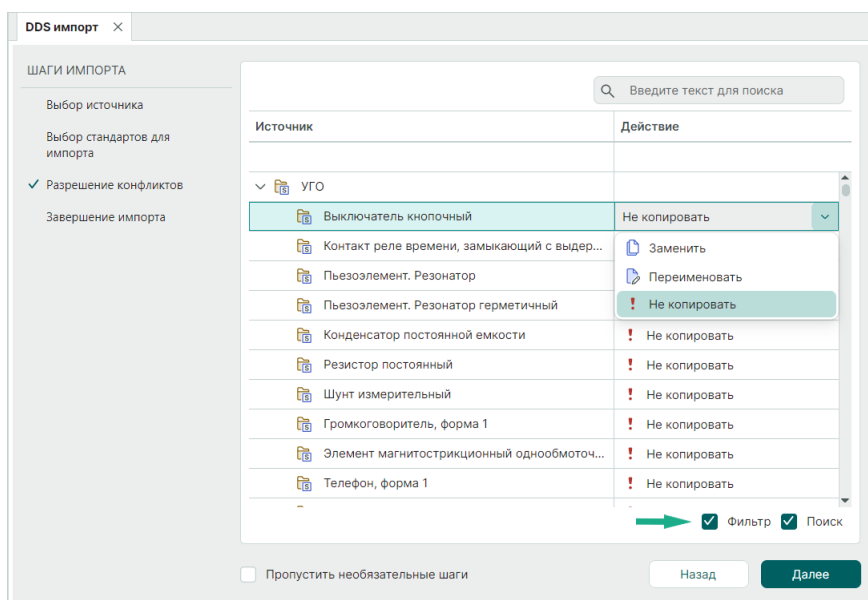

Рис. 17 Разрешение конфликтов при импорте стандартов
5. Разрешите конфликты импорта стандартов в случае, если они возникли. Для каждого конфликтующего типа данных доступны варианты: «Заменить», «Не копировать» и «Переименовать» (импортировать с измененным именем), см. Рис. 17. В нижней части вкладки расположены чек-боксы для активации строки поиска, которая позволяет найти все элементы, в именах которых присутствует введенная последовательность символов, и строки фильтра для поиска элементов по последовательности символов и выбранному действию при разрешении конфликтов.